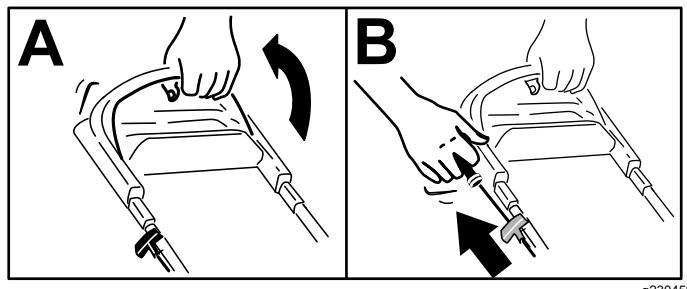

Figura 13
1. Tenete la barra di comando delle lame contro la maniglia (A di Figura 13).
resistenza, poi tiratela in modo secco e lasciate che ritorni nel guidacavo sulla maniglia lentamente (B di Figura 13).